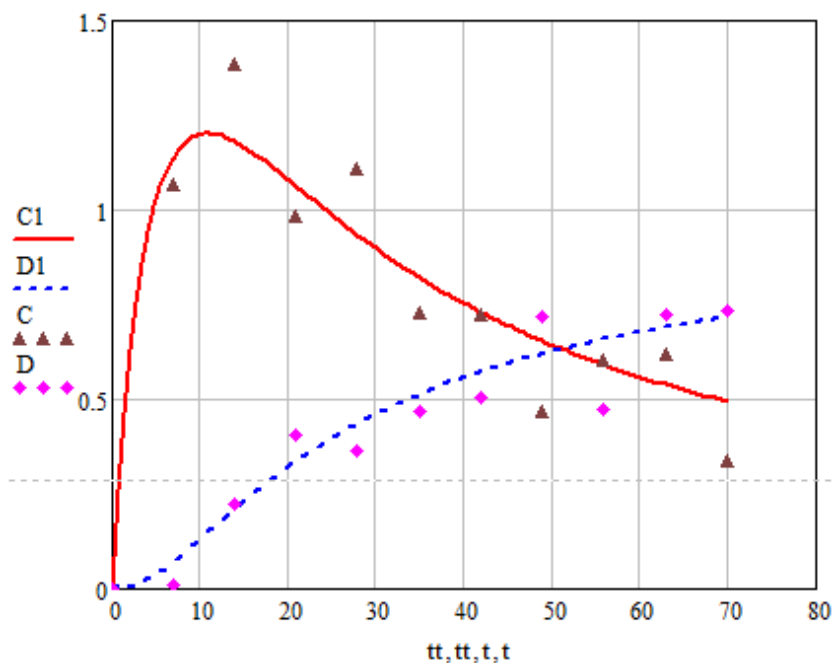

Рис. 14.9. Экспериментальные и расчетные данные
15. Сохраним полученные значения в переменных и выведем их на диаграмму вместе с экспериментальными, как сделали это в п.п. 6, 7. Диаграмма должна иметь вид, аналогичный рис. 14.9.